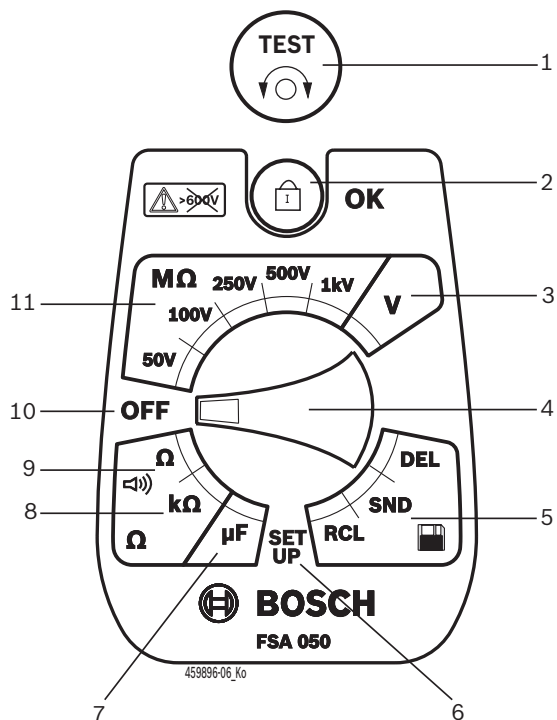

Fig. 2: Pendulregulering/taster
- Sæt pendulreguleringen på <SETUP> (fig. 2, pos. 6).
- Tryk på <TEST> (fig. 2, pos. 1) i ca. to sekunder.
- Tryk på </OK> for at gemme den ønskede værdi (fig. 2, pos. 2).